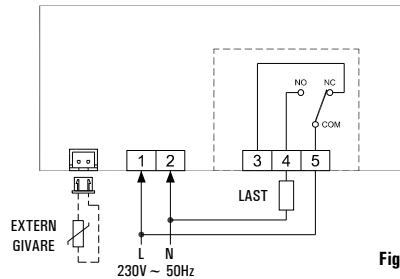

Fig. 5
- 4 Gör den elektriska installationen enligt kopplingsanvisningarna i Fig. 5 och 6.
Reläutgångarna, plintarna 3, 4 och 5, är galvaniskt isolerade med dubbel isolering från andra delar i termostaten. Så det är möjligt att spänningsmata termostaten med en hög spänning (230V ~) och på samma gång, styra en last med låg spänning (24V ~), som visas i Fig. 5 och 6. I detta fall är det nödvändigt att separera den externa givarens kabel, nätspänningskablar och lastkablar, i överensstämmelse med gällande elstandard. Extra viktigt är att fixera kablarna med buntband så att nätspänningskablar separeras från övriga för att undvika, att om en kabel skulle lossas oavsiktligt, kommer detta ej att frångå kravet för gällande aktuell isoleringsnorm för nätspänning.